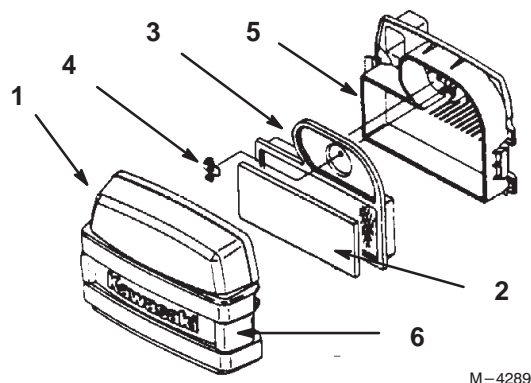

Abbildung 27
2. Den Bereich um den Luftfilter herum reinigen, um zu verhindern, daß Schmutz in den Motor gelangt und Schaden verursacht. Die zwei seitlichen Verriegelungen lösen und die Luftfilterabdeckung entfernen (Abb. 27).
3. Vorsichtig den Schauffstoffeinsatz vom Papiereinsatz abnehmen (Abb. 27).
4. Die Flügelmutter losschrauben und den Papiereinsatz herausnehmen (Abb. 27).
1. Den Schaumstoffeinsatz vorsichtig in den Papiereinsatz schieben (Abb. 27).
2. Den Luftfilter auf die Luftfilterplatte setzen und die Flügelmutter anbringen (Abb. 27).
3. Die Luftfilterabdeckung anbringen und verriegeln (Abb. 27).